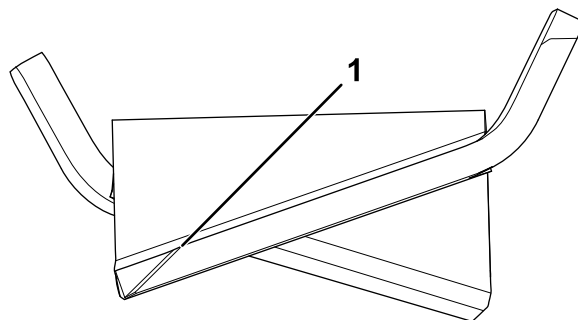

Figura 106
1. Folosii o pilă sau o unealtă de ascuire pentru a ascui marginea de tăiere la ambele capete ale lamei (Figura 106).
Notă: Dacă lama nu este echilibrată, pili capătul mai greu al lamei, doar în zona suprafeței velice (Figura 106).